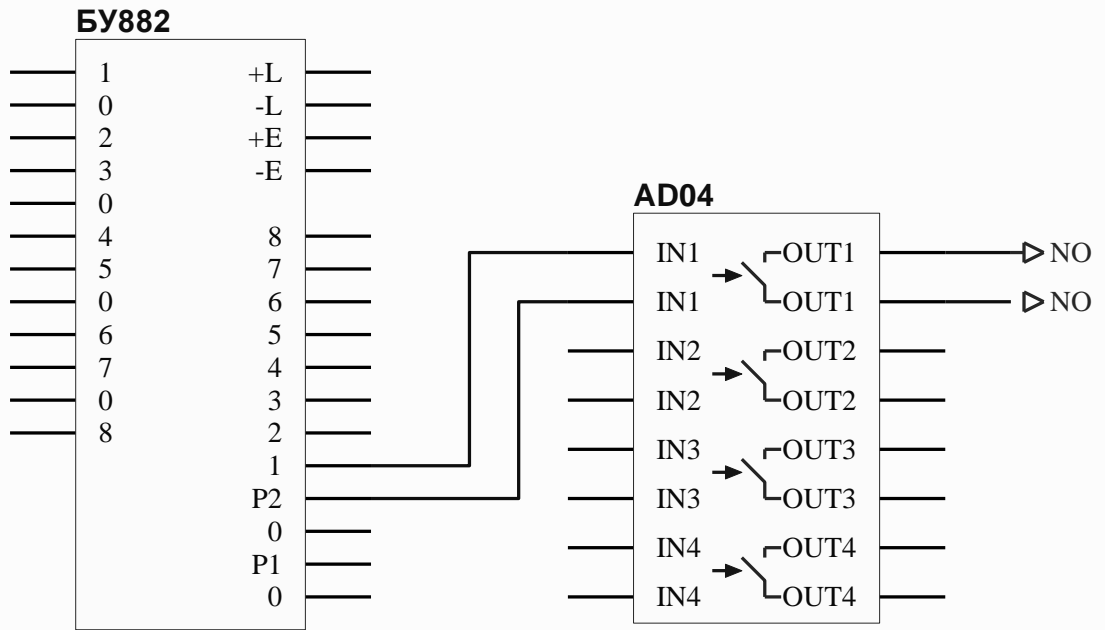
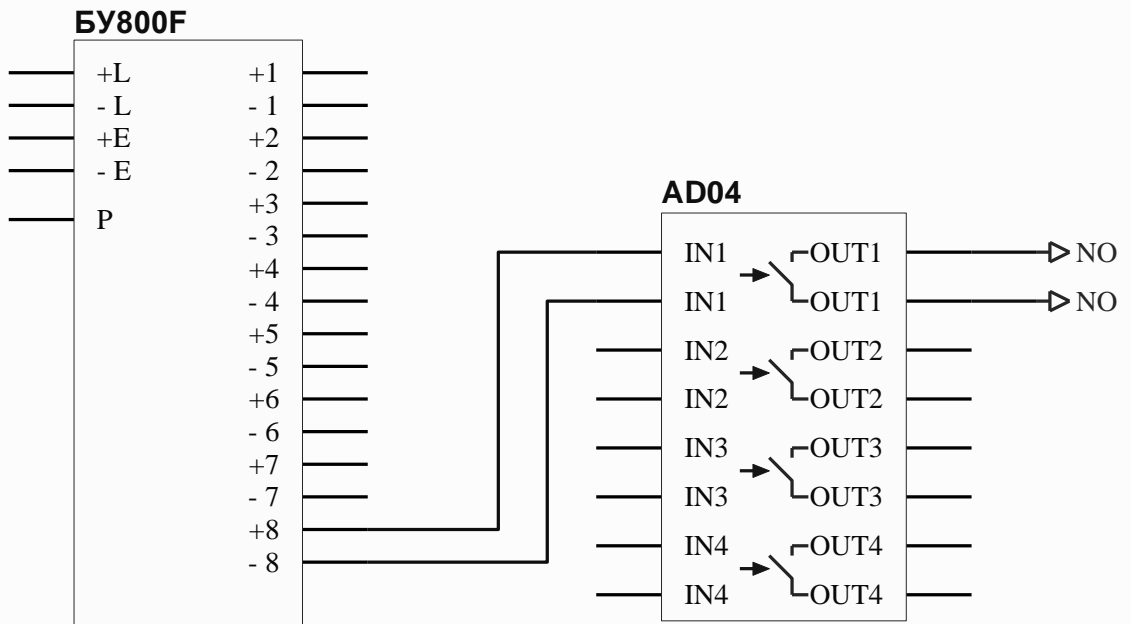

Рис. 3.2
Рис. 3.3
3.2. Один вывод входа управления реле подключается либо к внутреннему источнику напряжения +12 В в блоках уплотнения (например, P1 или P2 в БУ882, рис. 3.2), либо к положительному выводу шлейфа пожарной сигнализации в БУ800F (рис. 3.3). Другой вывод входа управления подключается либо к выходам «открытый коллектор» в блоках уплотнения (например, выходы с 1 по 8 в БУ882), либо к отрицательному выводу шлейфа пожарной сигнализации в БУ800F. В шлейф пожарной сигнализации допускается включать только одно реле адаптера. В этом случае шлейф служит исключительно для подачи сигналов управления и не может быть использован для подключения извещателей.